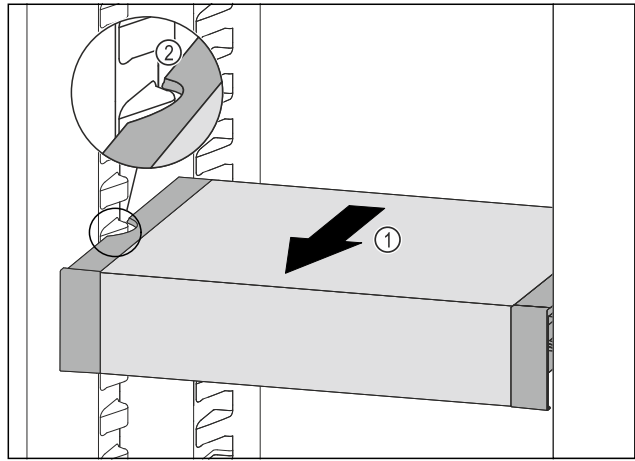

Fig. 123
- Tirer le VarioSafe vers l'avant Fig. 123 (1) jusqu'à ce que les encoches latérales du VarioSafe se trouvent au niveau de la nervure du bac dans la partie réfrigérateur.
- Fig. 123 (2)